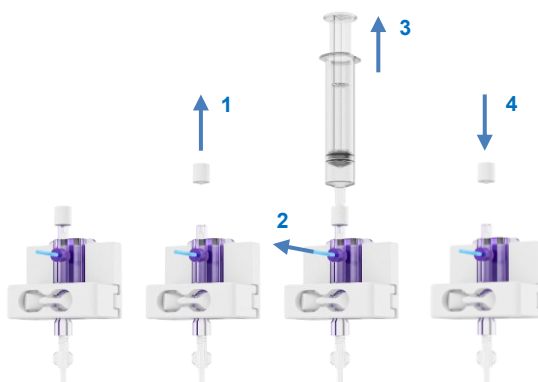

Figura 22 Deaerazione del sensore di pressione
- Posizionare il tappo bianco sull'ossigenatore, Figura 22.
- Rimuovere il tappo sul sensore di pressione e inserire una siringa sterile nella porta (Figura 22; passaggio 1).
- Per riempire la linea di pressione e rimuovere l'aria, tirare la linguetta blu a scatto (Figura 22; passaggio 2) mentre si aspira con la siringa (passaggio 3). Fermarsi una volta rimossa l'aria.
- Riposizionare il tappo sul sensore di pressione (Figura 22; passaggio 4).